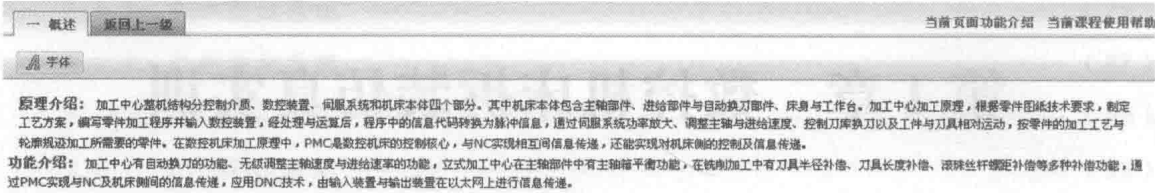

图 1.1-3 原理和功能介绍
1. 概述 包括原理介绍、功能介绍两部分，如图 1.1-3 所示。